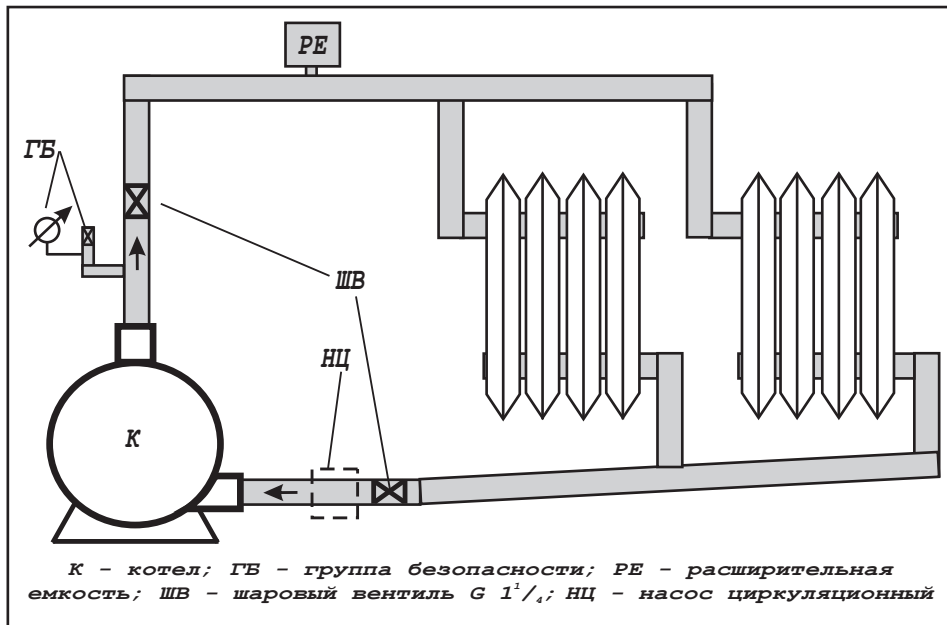

Рисунок 3 - Примерная схема системы отопления
5.9 **Внимание!** При эксплуатации прибора запрещается полностью или частично перекрывать шаровые вентили на входе и выходе из котла (см. рисунок 3).